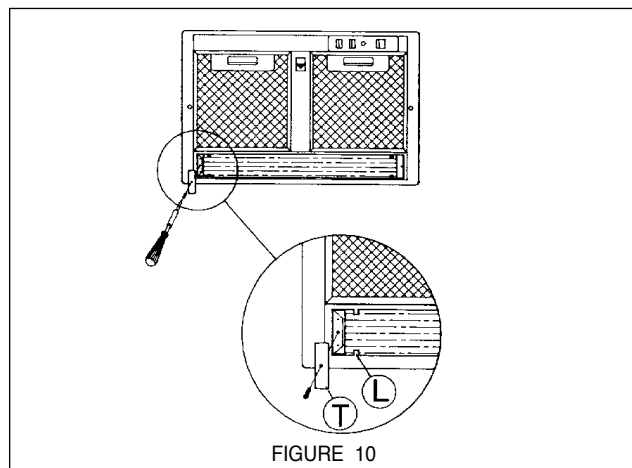

FIGURE 10
Pour remplacer la lumière fluorescente, enlever les pinces de retenu (T) aux deux extrémités du diffuseur en verre tel qu'il est indiqué à la FIGURE 10. Prudemment glisser le diffuseur en verre en le ramenant vers l'autre direction. Abaisser le côté opposé du verre sous le rebord (L), enlever le verre en le glissant de nouveau vers l'arrière. Replacer le diffuseur en